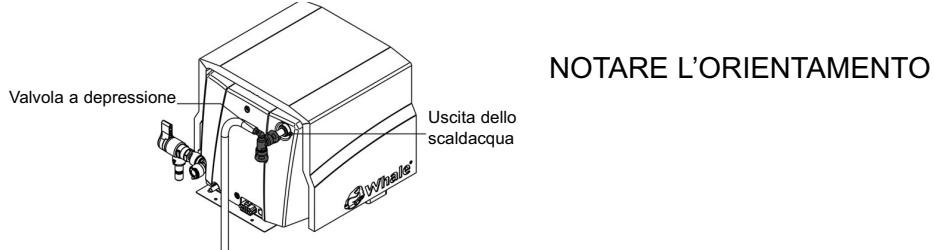

Figura 24 Valvola a depressione installata
- c. Spingere la valvola a depressione nell'uscita dello scaldacqua. Accertare che l'attacco sia perfettamente stagno e posizionato saldamente. Fare in modo di orientare il complesso della valvola a depressione come illustrato nella figura 24.